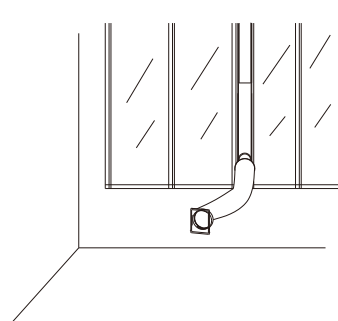

Fig. 8
9. Installer le conduit d'évacuation d'air, le kit de fenêtre et leurs accessoires sur la fenêtre conformément au dessin de la Fig. 8 illustré.